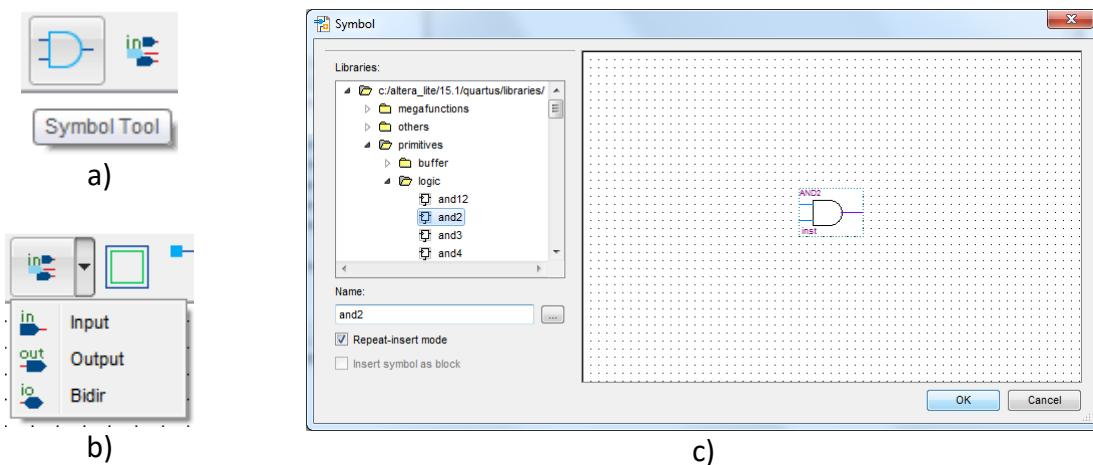

Figura 12 – Botões “Symbol Tool” e “Pin Tool” da barra de ferramentas e seleção da porta lógica AND na biblioteca de componentes do “Quartus Prime”.
**4.** Adicione uma porta lógica AND de 2 entradas usando o botão “Symbol Tool” da barra de ferramentas (Figura 12 a)) e escolhendo o componente de acordo com a Figura 12 c).
**5.** Adicione dois portos de entrada e um de saída usando o botão “Pin Tool” da barra de ferramentas (Figura 12 b)).